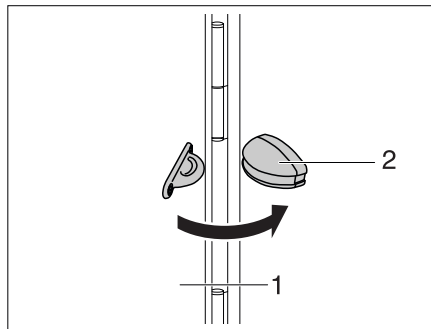

Bild 52 Spärr utvändiga luckor
- Öppna den utvändiga luckan (Bild 52,1) och fäll den mot fordonets vägg.
- Tryck in den utvändiga luckan i spärren (Bild 52,2).
- Dra den utvändiga luckan (Bild 52,1) kraftigt ur spärren (Bild 52,2).